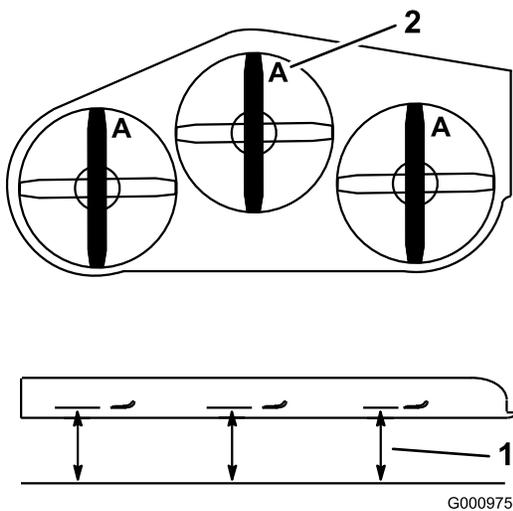

Figura 90
3. Gire las cuchillas hasta que los extremos estén orientados hacia adelante y hacia atrás (Figura 90).
4. Mida desde una superficie nivelada hasta el filo de corte, posición **A**, de las cuchillas (Figura 90). Anote esta dimensión.